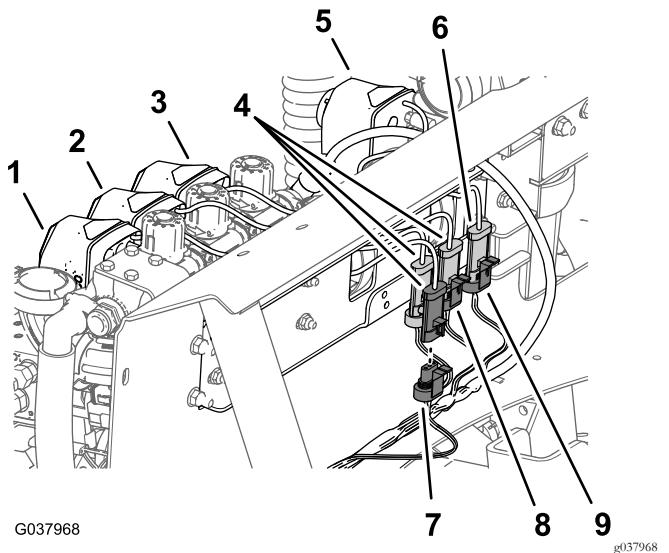

Figura 114
- Ligue o conector de três pinos do acionador da válvula de agitação no conector de três tomadas rotulado AGITATION VALVE da secção com 76 cm da cablagem (Figura 114).